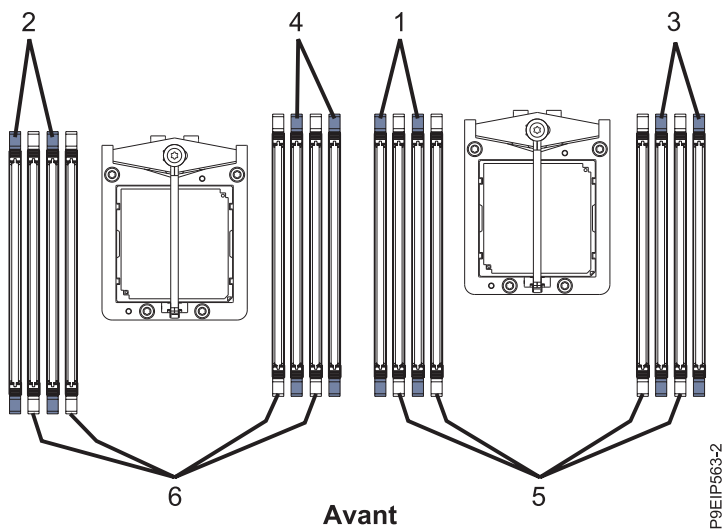

Figure 21. Ordre de branchement de la mémoire pour un système à deux processeurs
- Pour un système à deux processeurs, utilisez le tableau 4 et la figure 21, à la page 25 pour déterminer l'emplacement de la mémoire.